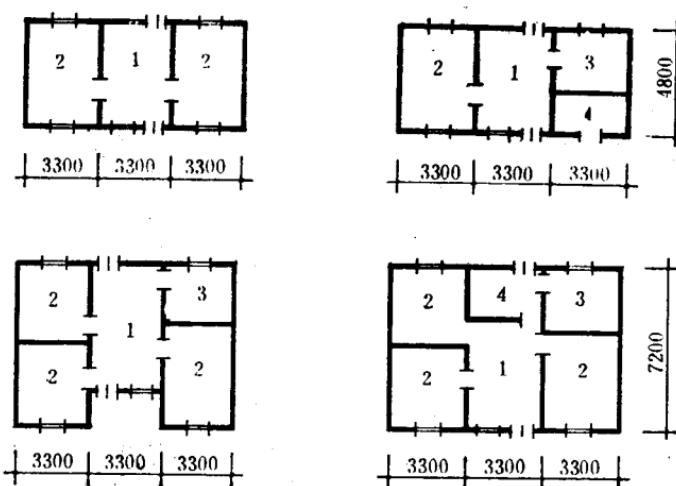
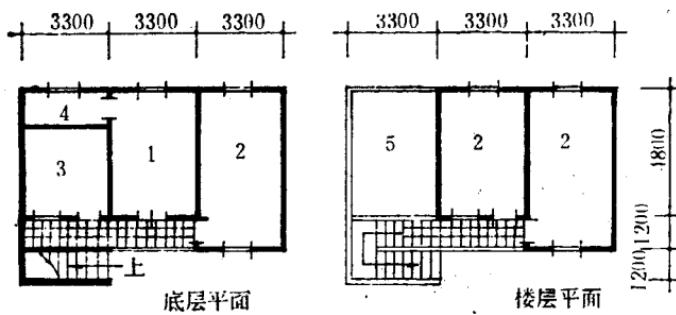

图5 平房平面系列图 (单位: 毫米)
图6: 楼房二开间基本组合图 (单位: 毫米)
3.3×7.2米(图5)，这样能灵活地组合出15—17平方米的堂屋和大卧室；11—12平方米的小卧室；8—9平方米的厨房；5—8平方米的贮藏室等。楼房可用6米进深，二开间的基本组合，不但节约土地，布局也较紧凑合理(图6)。